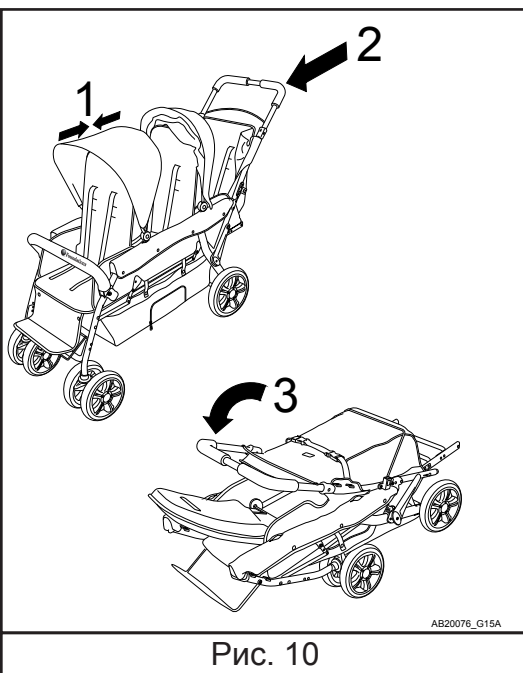

Рис. 10
Примечание: чтобы облегчить складывание коляски, следует сложить вместе капюшоны, а спинки сидений привести в вертикальное положение (1). См. рис. 10.